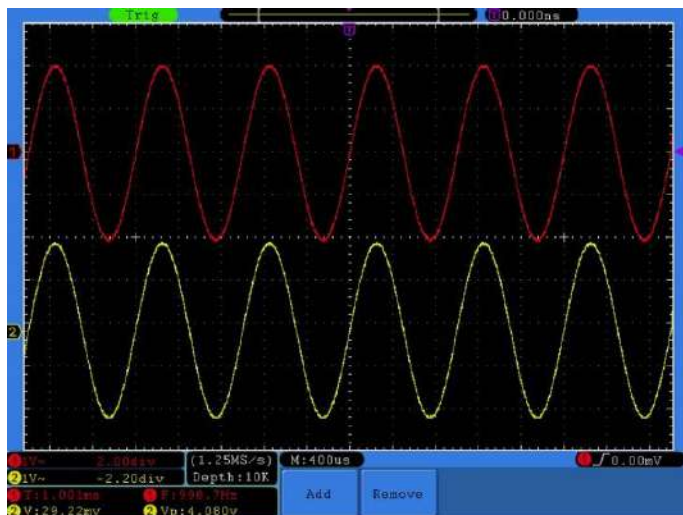

Рисунок 71 - Вид осциллограммы при курсорных измерениях напряжения
4. В соответствии с особенностями измеряемой осциллограммы выберите положения курсора 1 и курсора 2 вращением регуляторов VERTICAL POSITION канала CH1 и канала CH2. В окне в левом нижнем углу окна отображения осциллограммы показываются разность потенциалов между курсорами и текущие значения положений обоих курсоров (см. рисунок 71).